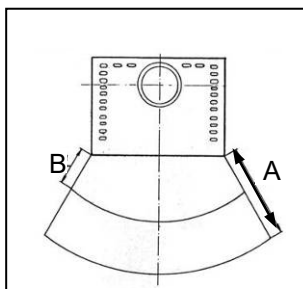

Fig. 2
Per gli elementi costruttivi, i mobili e i tessuti di arredamento infiammabili situati nella zona di irraggiamento della stufa è necessario rispettare una distanza minima di **100 cm** (A), misurati dal bordo anteriore dell'apertura del focolare. La distanza di sicurezza si riduce ai **50 cm** (B) qualora di fronte all'elemento sia installata una proiezione areata (v. fig. 2).